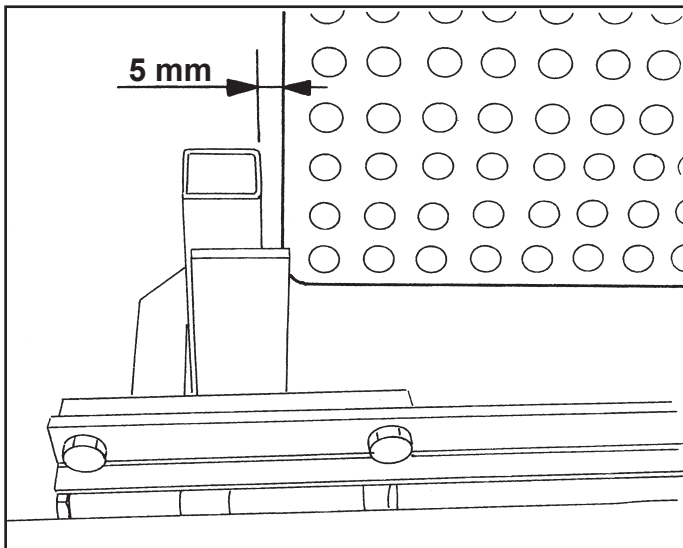

Fig. 3
- Dare un gioco di circa 5 mm (**Fig. 3**) agendo sui registri (**A**) per effettuare minimi spostamenti fino ad ottenere il valore corretto di 60,5 cm; mentre per spostamenti più grandi, allentare le viti (**B**) e spostare il supporto (**C**).
- Allow about 5 mm side play (**Fig. 3**) by turning the regulators (**A**) for small adjustments and loosening the screws (**B**) and moving the support (**C**) for larger ones, until the correct value of 60.5 cm is obtained.
- Donner un jeu d'environ 5 mm (**Fig. 3**) en effectuant les réglages (**A**) pour effectuer les moindres déplacements jusqu'à obtenir la valeur correcte de 60,5 cm; tandis que pour des déplacements plus grands, desserrer les vis (**B**) et déplacer le support (**C**).
- Dejar un juego de unos 5 mm (**Fig. 3**) utilizando para ello los registros (**A**) para efectuar desplazamientos mínimos hasta obtener el valor correcto de 60,5 cm; para desplazamientos de más entidad, afloje los tornillos (**B**) y mueva el soporte (**C**).